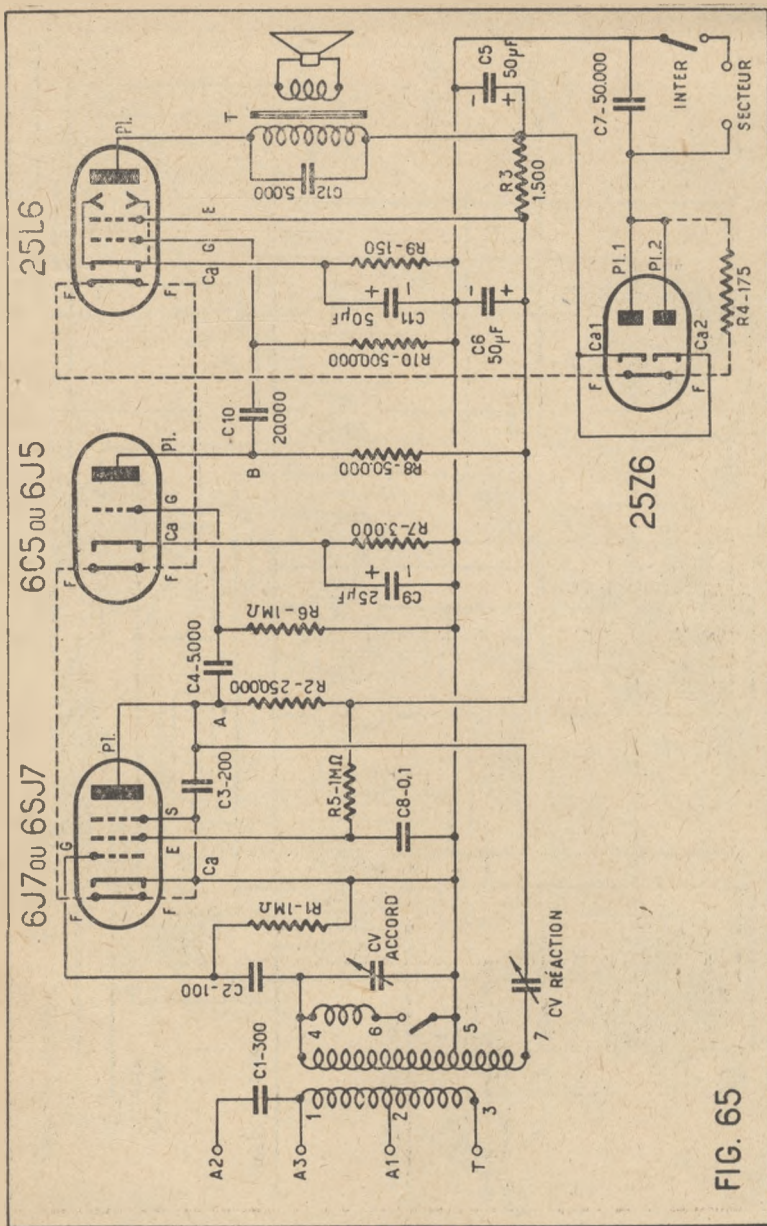

FIG. 65
2. — **6J7 (ou 6SJ7) — 6C5 (ou 6J5) — 25L6 — 25Z6** (Fig. 65). Récepteur dans lequel toutes les lampes qui doivent être polarisées le sont « par la cathode » (résistances R7" et R9"). En général, ce genre de récepteur donne un peu plus de sensibilité et de puissance que le précédent. Afin de rendre le dessin plus clair, le circuit de chauffage a été représenté en trait interrompu. La valeur de R4" est indiquée pour un secteur de 115 volts. Comme dans tous les récepteurs « tous courants », l'ordre de branchement des filaments doit être rigoureusement observé. La fig. 66 nous montre le plan des connexions à établir pour câbler ce récepteur.